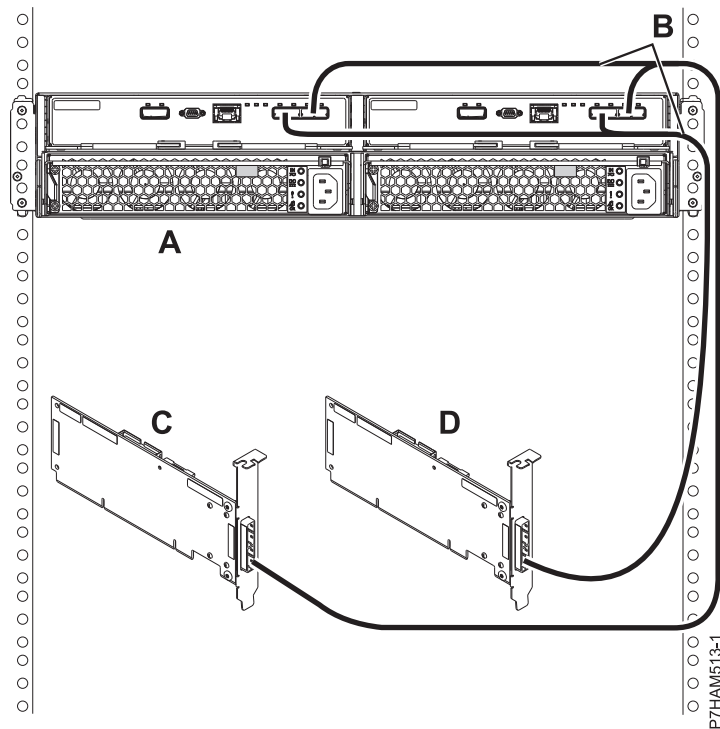

図 16. 2 つの独立 SAS アダプターへの YO ケーブルを使用した、1 台の 5887 ディスク・ドライブ・エンクロージャー のモード 2 接続
16. 2 つの独立 SAS アダプターへの YO ケーブル (B) を使用した、1 台の 5887 ディスク・ドライブ・エンクロージャー (A) のモード 2 接続を行います。19 ページの図 16を参照してください。